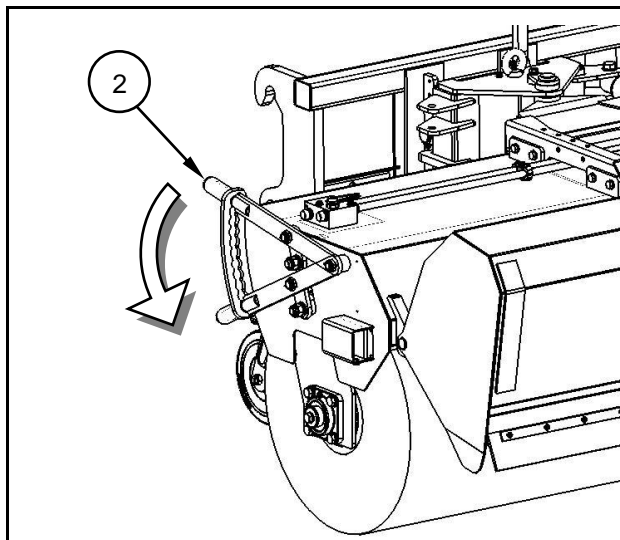

Fig. 6.2
- Das Rasthebelsystem (2) beidseitig auf unterste Position stellen (Fig. 6.2).